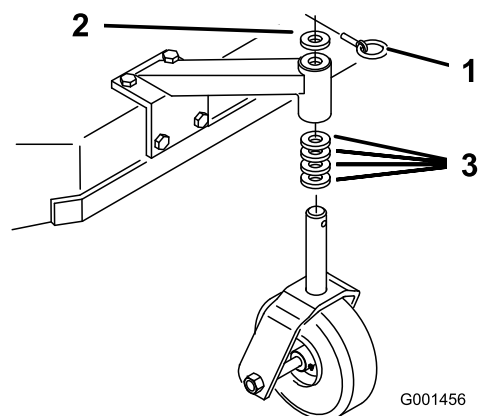

Figura 17
1. Ajuste los espaciadores de las ruedas giratorias según el taladro de eje seleccionado (Figura 17); consulte Tabla de alturas de corte \(página 21\).
2. Retire el pasador, retire la rueda giratoria del soporte y cambie los espaciadores (Figura 17).
3. Instale la rueda giratoria en el soporte e introduzca el pasador (Figura 17).